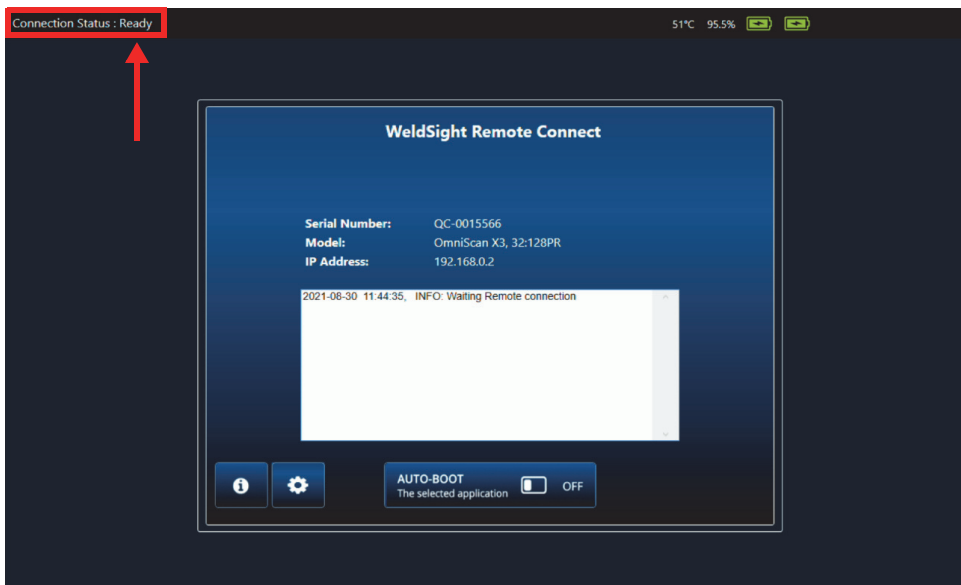

Рис. 7-5 Статус подключения — Готово
5. Статус в WeldSight Remote Connect должен измениться с **Not Ready** (Не готов) на **Ready** (Готов), когда OmniScan X3 обнаружит соединение с ПК (Рис. 7-5 на стр. 84).